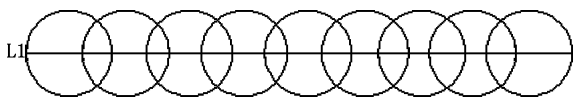

图 15-151 绘制并拉长水平直线
(3) 单击“默认”选项卡“绘图”面板中的“直线”按钮, 在对象捕捉绘图方式下, 分别捕捉最左端圆和最右端圆的圆心, 绘制一条水平直线 $L1$ 。
(4) 单击“默认”选项卡“修改”面板中的“拉长”按钮, 将直线 $L1$ 分别向左和向右拉长 40, 如图 15-151 所示。